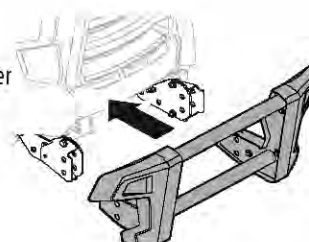

Figure 16
1. Alignez le grillage de protection avec les attaches FastAttachMC installées à l'étape 1 et faites insérer le grillage dans les attaches. Voir Figure 16.